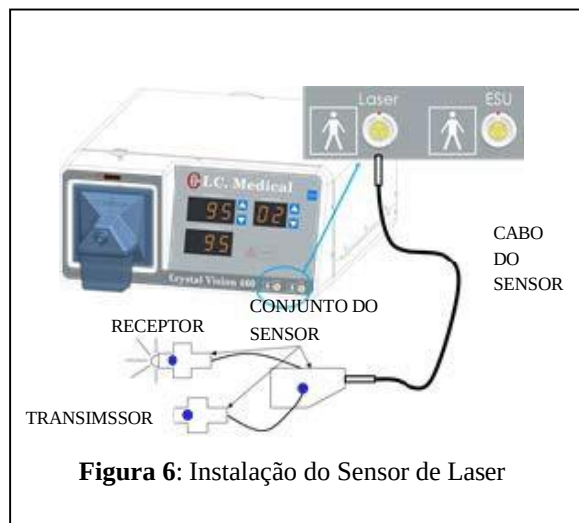

Figura 6: Instalação do Sensor de Laser
1. Conecte o Cabo do Sensor (Figura 6) ao conector LASER do CRYSTAL VISION® e à Caixa Conectora do Sensor.